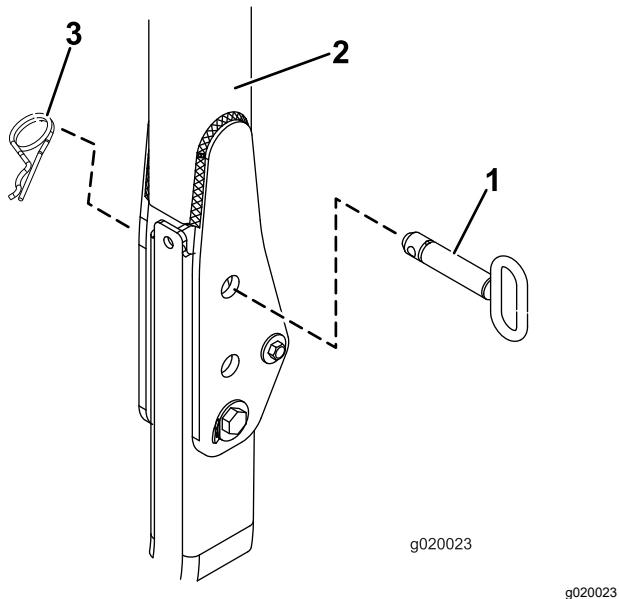

Figura 29
2. **Para unidades de tração Reelmaster 3555 e 3575**, passe para o passo 10. Para todos os outros modelos, com a barra de segurança na posição elevada, retire os pernos de gancho e os dois pinos (Figura 29).